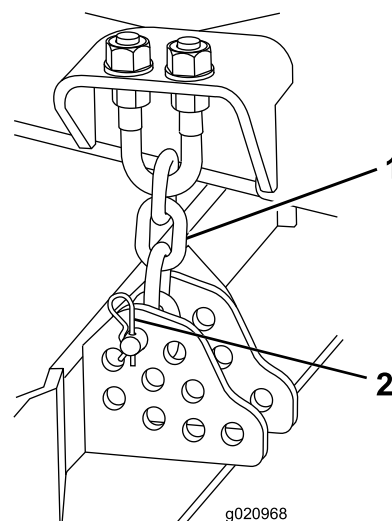

図 20
10. 刈高チェーンをカッティングユニット後部に固定しているヘアピンコッターとクレビスピンを取り外す図 20。